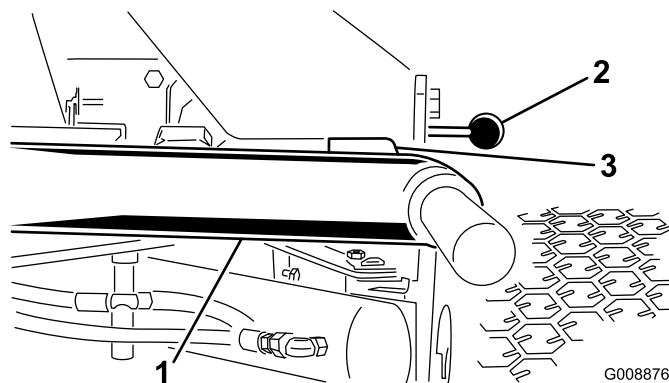

Рисунок 25
- Запустите двигатель, поднимите стрелы и убедитесь в том, что зазор между каждой стрелой и кронштейном панели пола составляет от 5 до 8 мм (Рисунок 25).